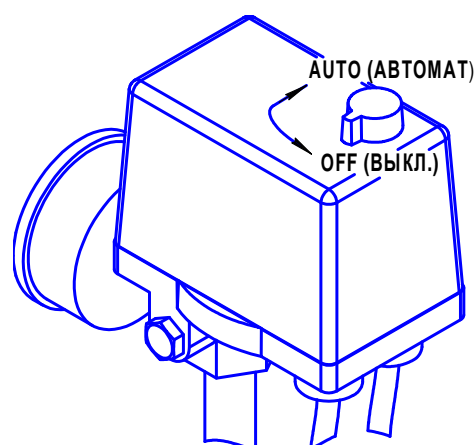

Рисунок 3
- 1 Проверьте, чтобы выключатель на маностате находился в выключенном положении "OFF" (см. рисунок 3).
Для пуска компрессоров АВ 50-360, АВ 100-360, АВV 100-360 после срабатывания защиты выполните следующие действия: после того, как двигатель остынет до допустимой температуры переключите выключатель на маностате в положение "OFF" (см. рисунок 3), а затем включите компрессор переключив выключатель в положение "AUTO".